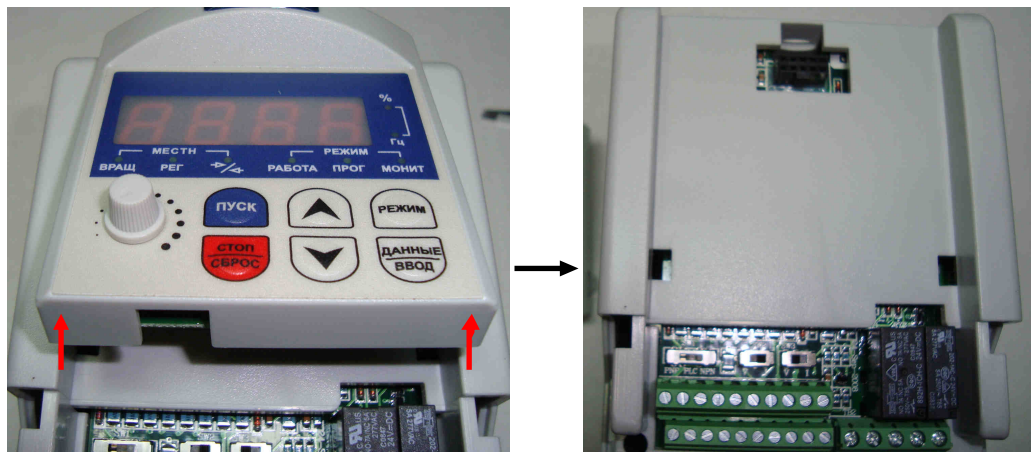

Рис. 6.2
6.1.2. Демонтировать пульт управления (рис.6.2). Положить пульт в тару.